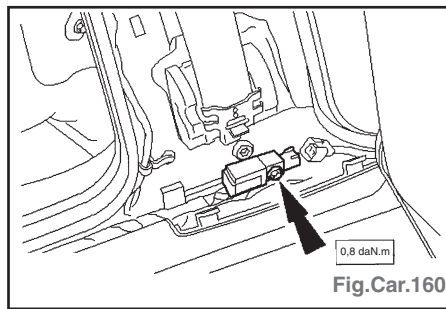

Fig.Car.160
- Déposer le capteur d'impact latéral (Fig.Car.160).